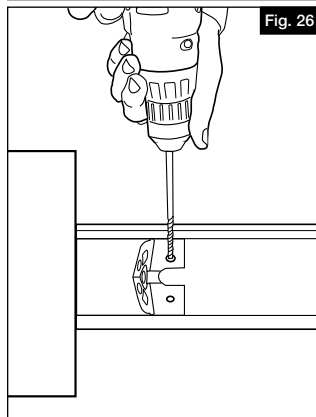
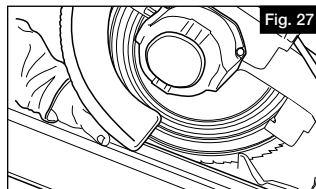

Fig. 26
Fig. 27
- a. Pré trouez vers le bas en utilisant une mèche de 1/8" (0,32cm). Assurez-vous de percer à travers le longeron supérieur pré perforé et le support d'attache (Figure 26).
- b. Si nécessaire, une pièce de renforcement de main courante supplémentaire (N) peut être achetée séparément, et l'installer dans la main courante profilée (A) comme indiqué ci-dessous.
- c. Coupez la main courante profilée (A) à la longueur adéquate et à l'angle d'escalier (Figure 27).